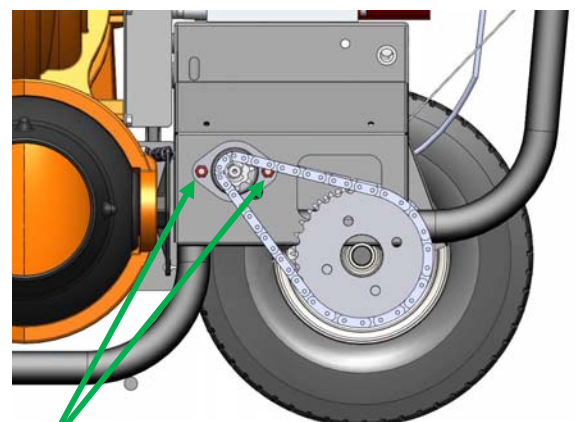

Fig. 7
4. Maak de twee moeren (item #98) los die de kogellager (item #97) vasthouden. (Zie fig. 7)